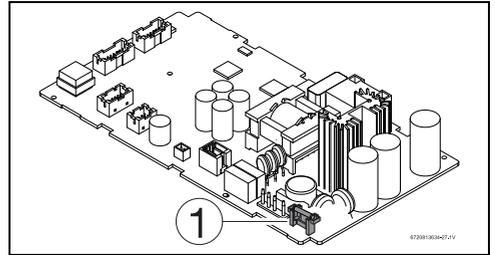

Fig. 26 Position du fusible
- ▶ Vérifier la continuité électrique du fusible sur la carte de circuit imprimé, voir fig. 26, [1].